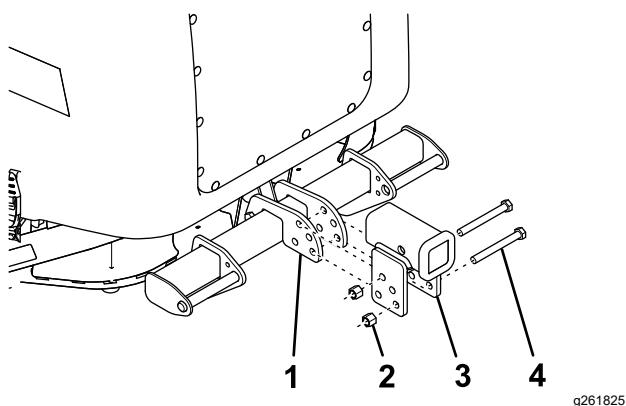

图 9
1. 用 2 个螺栓 $1/2 \times 4\frac{1}{2}$ 英寸和锁紧螺母将挂钩接收器固定至车辆后面图 9。